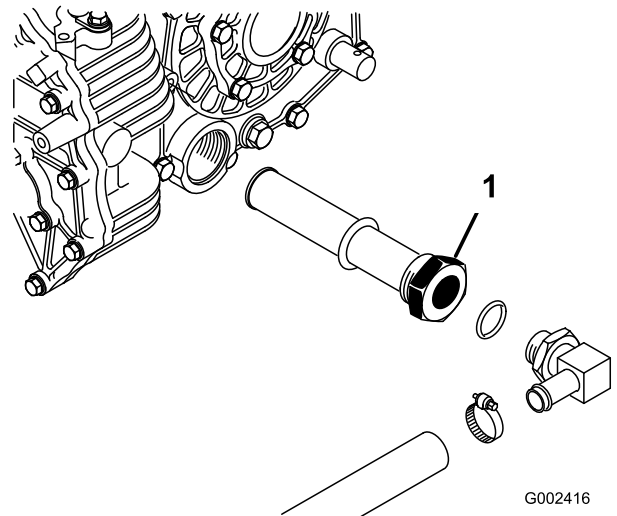

**Figure 70**
- Enlevez le bouchon de vidange sur le côté du réservoir et faites couler le liquide hydraulique dans un bac de vidange (Figure 70).